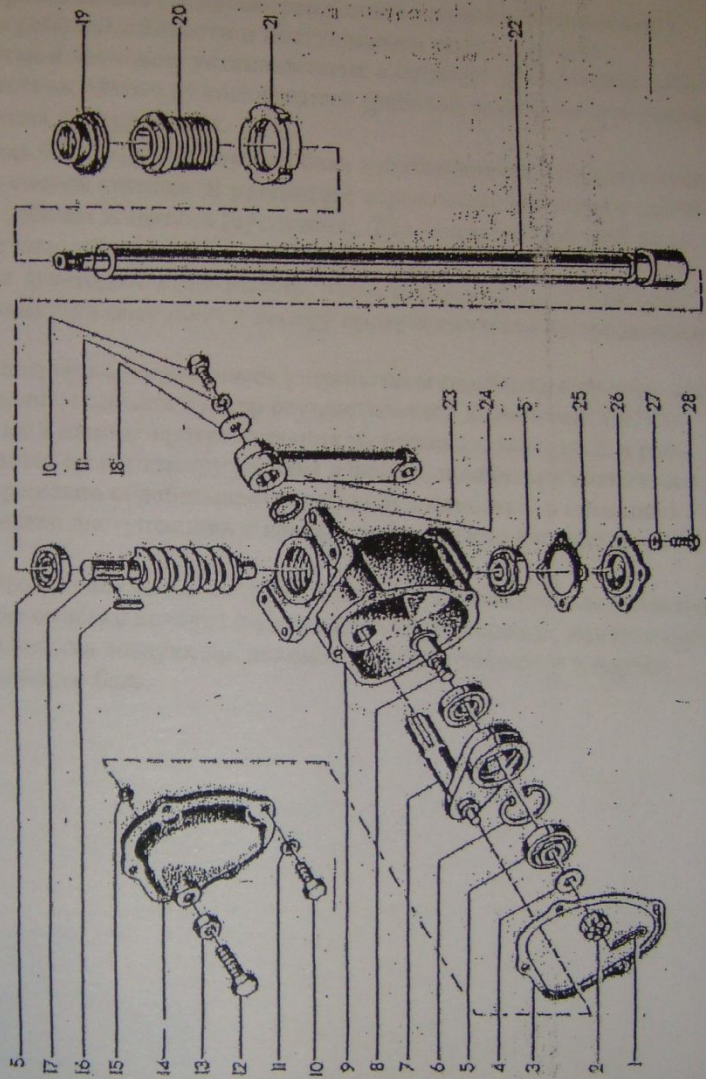

Рис. 3.18
3.15 Рулевой механизм (рис. 3.18) служит для передачи усилия от рулевого колеса к колесам переднего моста.
Подрисуночный текст к рис. 3.18